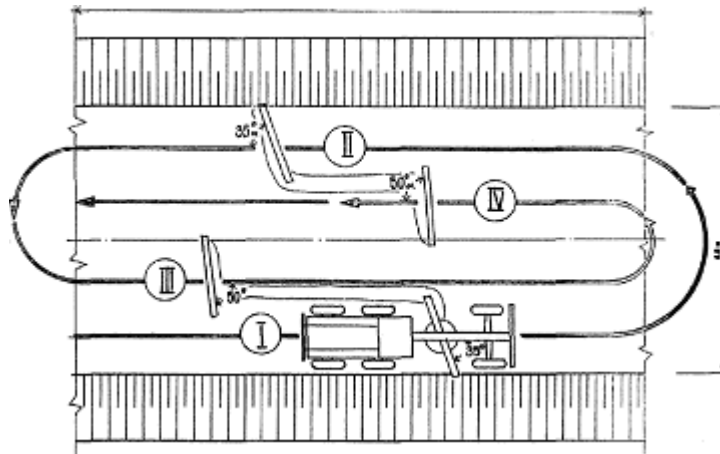

Рисунок 7
13. На рис.7 представлена схема проведения работ